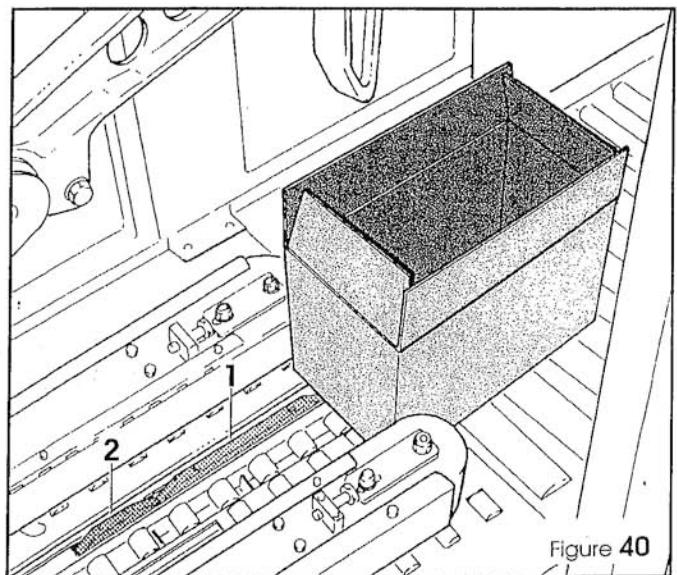

Figure 40
- (A)** Stirn- und Rückklappe müssen innerhalb der Seitenklappen sein.
- (B)** Seitliche Führungen müssen den zentralen Einlauf der Kartons in die Förderbänder garantieren.
- (C)** Zuführförderer:
- (D)** Auslauffördertypen:
*Der gefüllte Karton mit offenen oberen Klappen gelangt in die Maschine und drückt auf den fixen Auslöser 1 und anschliessend auf den verstellbaren Auslöser 2 im Fördertrisch. Dadurch wird die Maschinen-Eingangssperre aktiviert (Figure 40).*